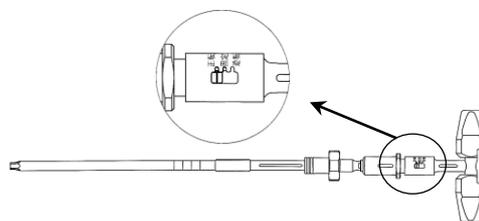

図 1
- 1) ラチェットハンドル (L) 持ち手部の切換スイッチを「固定」の位置に合わせ、ラグスクリューT レンチ (L) を接続します。(図 1)